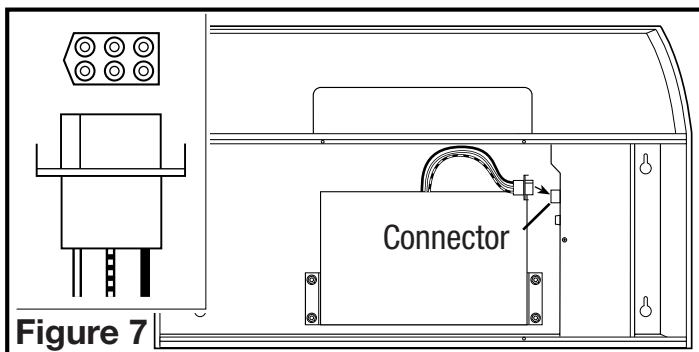

Figure 7
3. Branchez le ventilateur au connecteur approprié sur le côté du compartiment de fils. Le branchement ne pourra se faire que dans un seul sens (Figure 7).
1. Pour remplacer la fusible, tournez vers la droite le dessus de la fusible localisée à côté du fil conducteur et tirez. Remplacez avec une fusible de 125 volts, 1-1/2 ampères max. Remettez la fusible dans son emplacement (**Figure 7**).